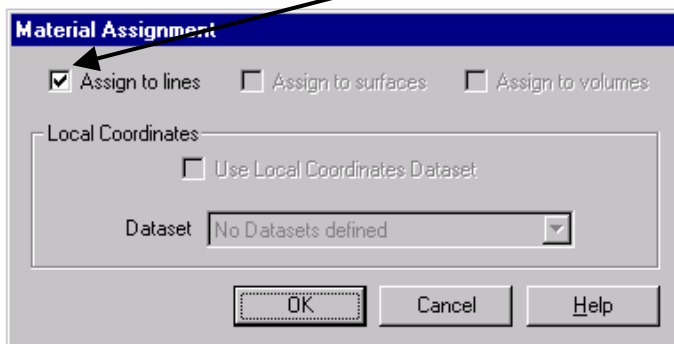

Fig. 19
- în caseta de dialog se verifică dacă este selectată opțiunea **Assign to lines** (fig. 19)